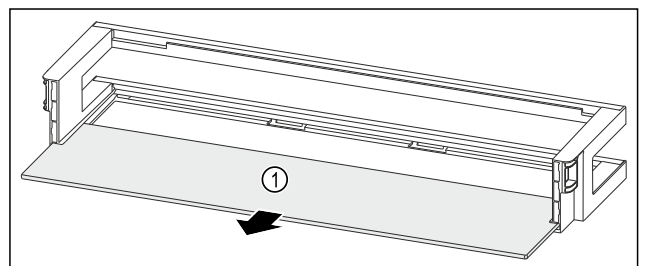

Fig. 131 Türabsteller mit Abstellfläche
- Abstellfläche Fig. 131 (1) entnehmen.